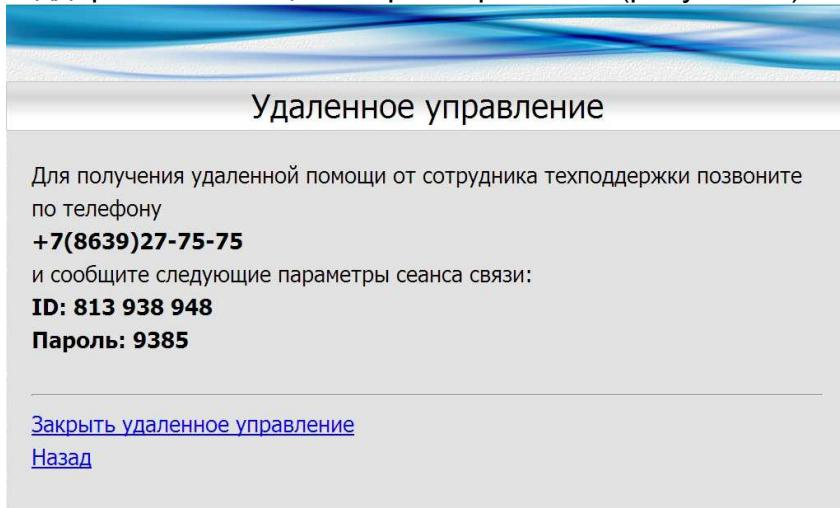

Рисунок 18
9.2.6 **Удаленное управление.** Позволяет запустить или остановить дистанционное управление через клиент TeamViewer (требует обязательного подключения к интернету). Используется при удаленной настройке терминала, для чего необходимо обратиться в отдел технической поддержки и сообщить параметры связи (рисунок 18).